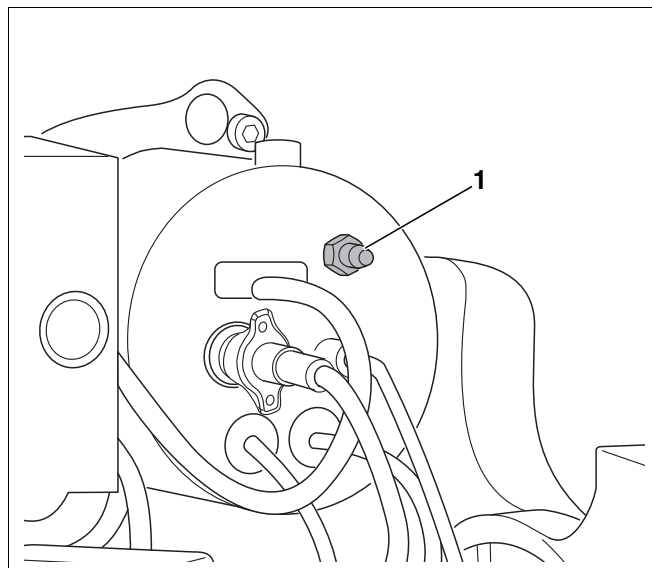

Abb. 35 Messstelle für den statischen Gebläsedruck
- Messgerät für statischen Gebläsedruck an die Druckmessdüse (Abb. 35, **Pos. 1**) anschließen.